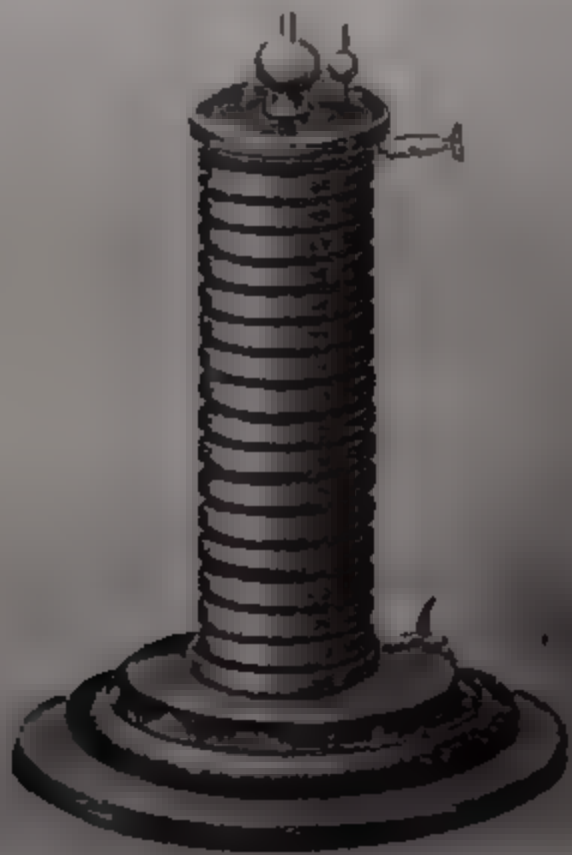

Fig. 213. — PILA DI VOLTA.
**158. Come era fatta la prima pila.** — Il modello di pila, presentata a Napoleone nel 1800, era formata da una colonna di dischi di rame, di zinco e di feltro imbevuto di acido solforico molto diluito, e alternativamente disposti così: *rame, feltro, zinco*; *rame, feltro, zinco* e così via (fig. 213). Ogni coppia metallica rame-zinco, separata da un feltro costituisce un elemento della pila.